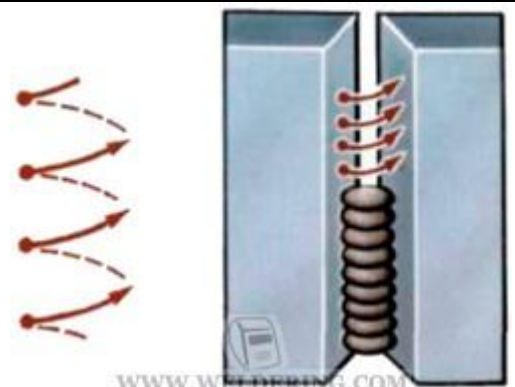

Рисунок 6 - Способ 1
1. Зажигаем дугу постоянно на одной из кромок, а обрываем после формирования ванночки - на другой. Пауза между обрывом и зажиганием должна быть такой короткой, чтобы металл шва не успел полностью закристаллизоваться, а шлак - остыть (рисунок 6)